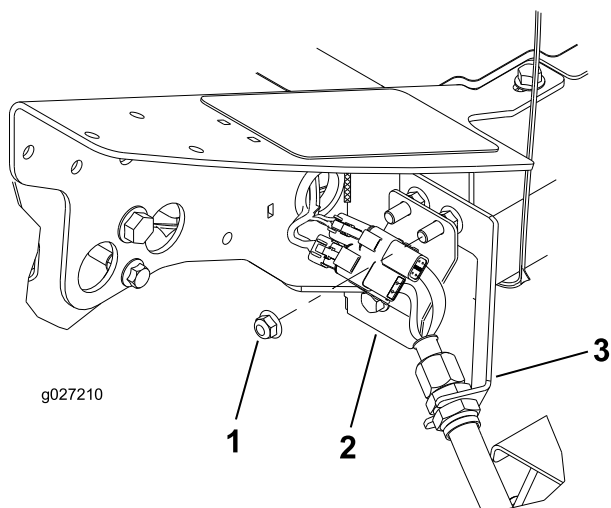

Figura 11
no parafuso que prende o suporte do anteparo à máquina (Figura 11).
- Insira placa do conector nos parafusos de montagem do anteparo com os conectores posicionados como se mostra na Figura 11.